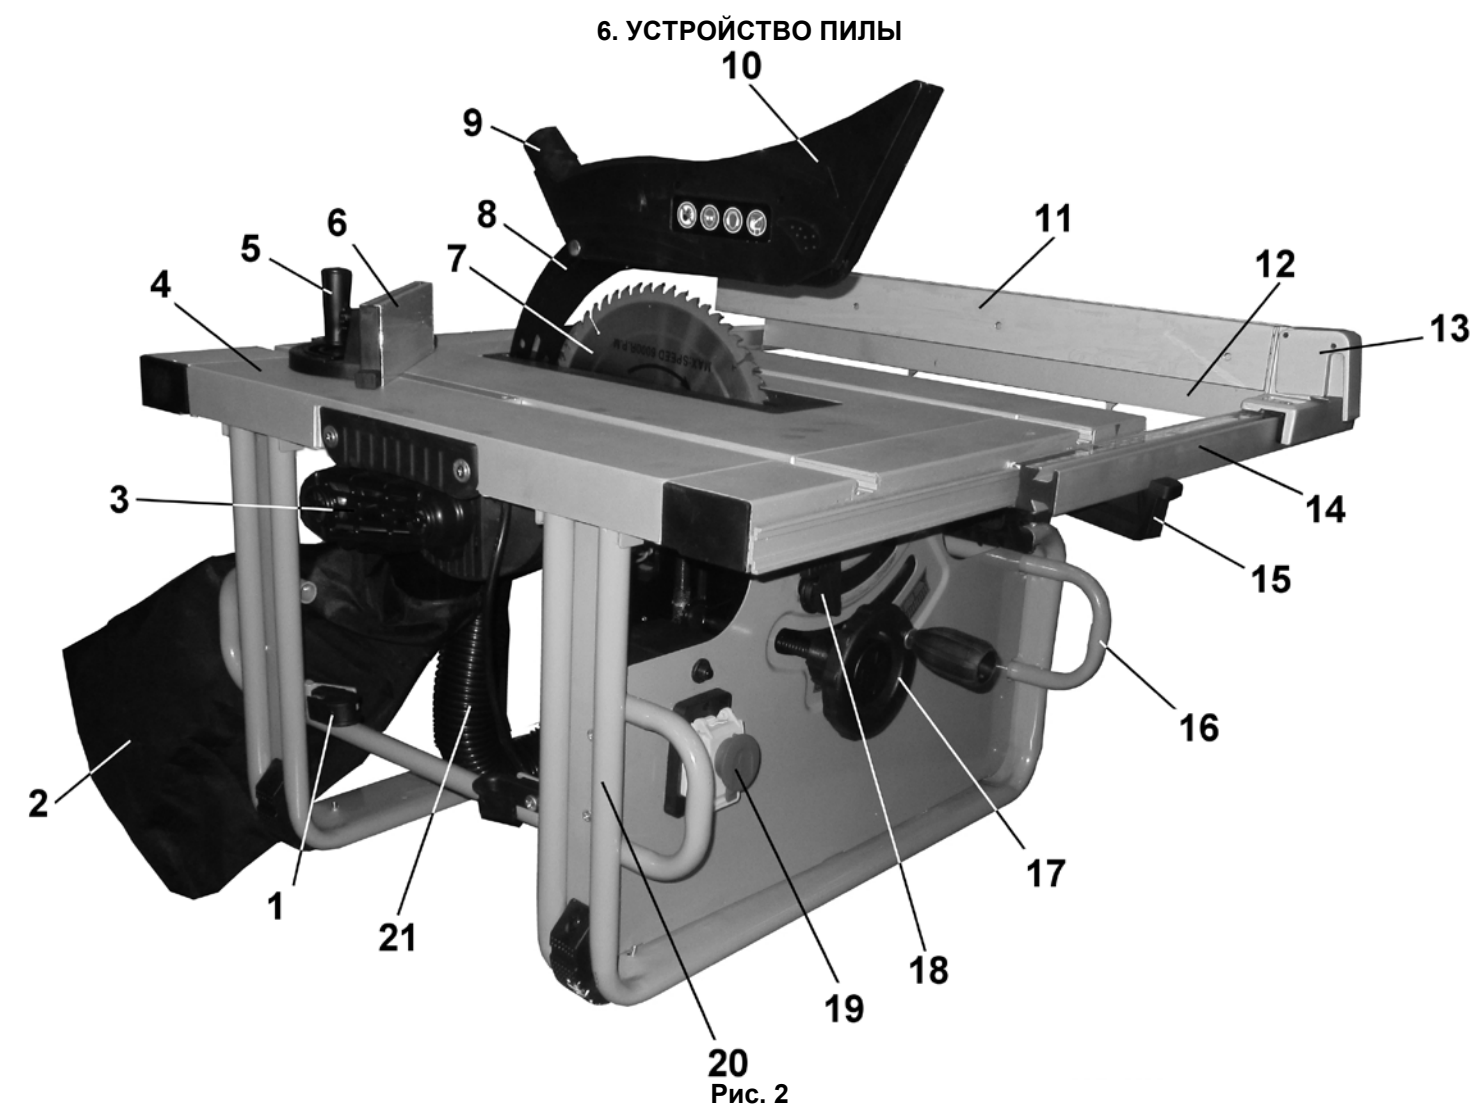

Рис. 2
8. СБОРКА ПИЛЫ (Рис. 2, 3, 4)
8.3. Используя элементы крепления (Г, Д, Е), установите рукоятку (Ж), Рис.1, на маховик (17), Рис.2.
8.9. В паз рабочего стола (4) установите угловой упор (В), Рис.1, для косо́го и поперечного пиления, Рис. 2.
- 12.4. Защитный кожух (10), Рис. 2, пильного диска (7), пильный диск (7) всегда должны быть в рабочем состоянии.